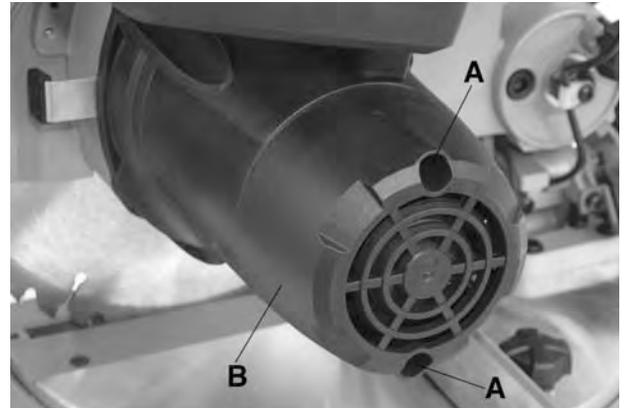

Figure 16
Retirez et vérifiez l'état des balais de carbone périodiquement (normalement à tout les 50 heures d'opération). Ils se trouvent à l'intérieur du boîtier du moteur. Utilisez un tournevis pour dévisser les 2 vis à tête bombée (A) Fig.16 qui retiennent le couvercle du boîtier du moteur (B).